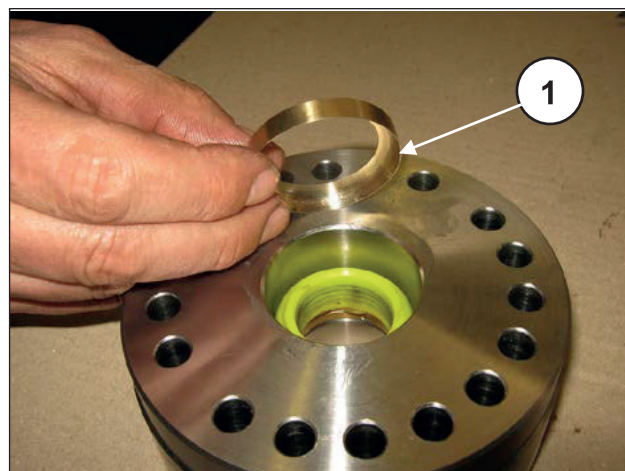
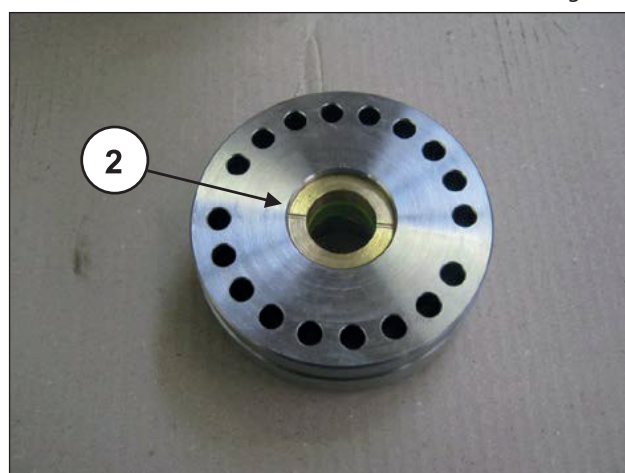
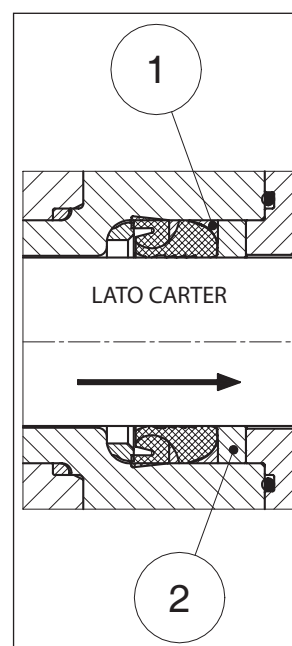

Fig. 201
Fig. 202
Fig. 203
Introdurre l'anello antiestrusore e la bussola guarnizioni (pos. ① e ②, Fig. 201 - Fig. 202 e Fig. 203).
La bussola guarnizioni ② deve essere introdotta nel supporto guarnizione HP con i due scarichi rivolti verso l'esterno (lato carter) come indicato in Fig. 203.